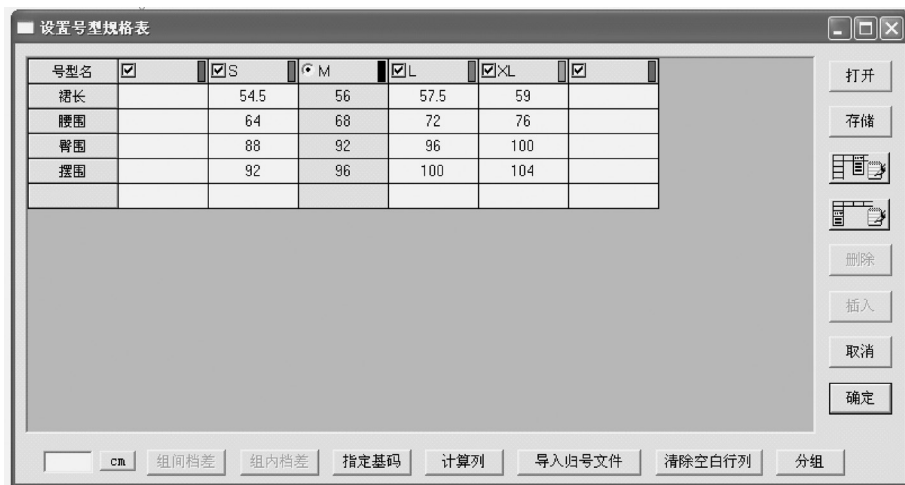

图1-2
1. 单击【号型】→【号型编辑】，在设置号型规格表中输入尺寸（此操作可有可无）（图1-2）。